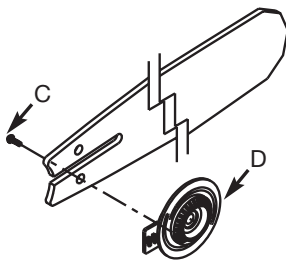

Fig. 19
3. Esto es para una nueva barra de repuesto. Esta unidad está armada por completo. Atornille (C) la placa de tensión (D) en la barra (Fig. 19).